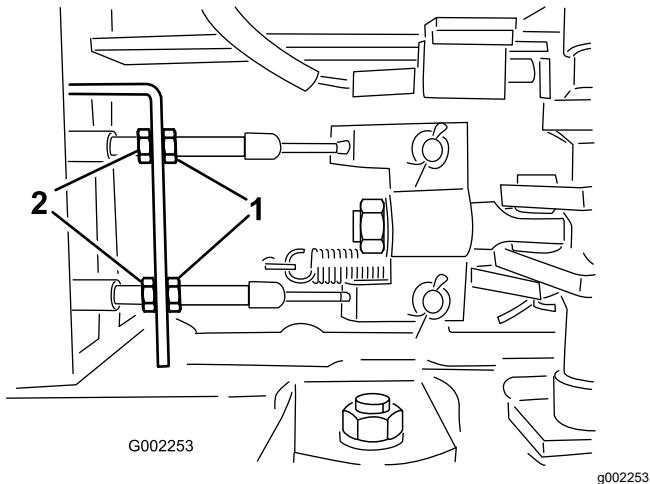

Figura 139
5. Afloje las contratuerzas delanteras de los cables de freno, debajo del extremo delantero del fumigador (Figura 139).
6. Apriete las contratuerzas traseras en la misma cantidad hasta que el pedal de freno recorra entre 1 a 2 cm antes de que se note resistencia (Figura 139).